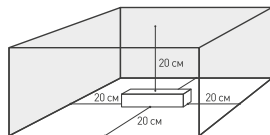

Рис. 2. Свободное пространство вокруг источника
- 4.3. Для естественной вентиляции обеспечьте свободное пространство вокруг источника питания не менее 20 см, как изображено на рис. 2. При невозможности обеспечить свободное пространство используйте принудительную вентиляцию.